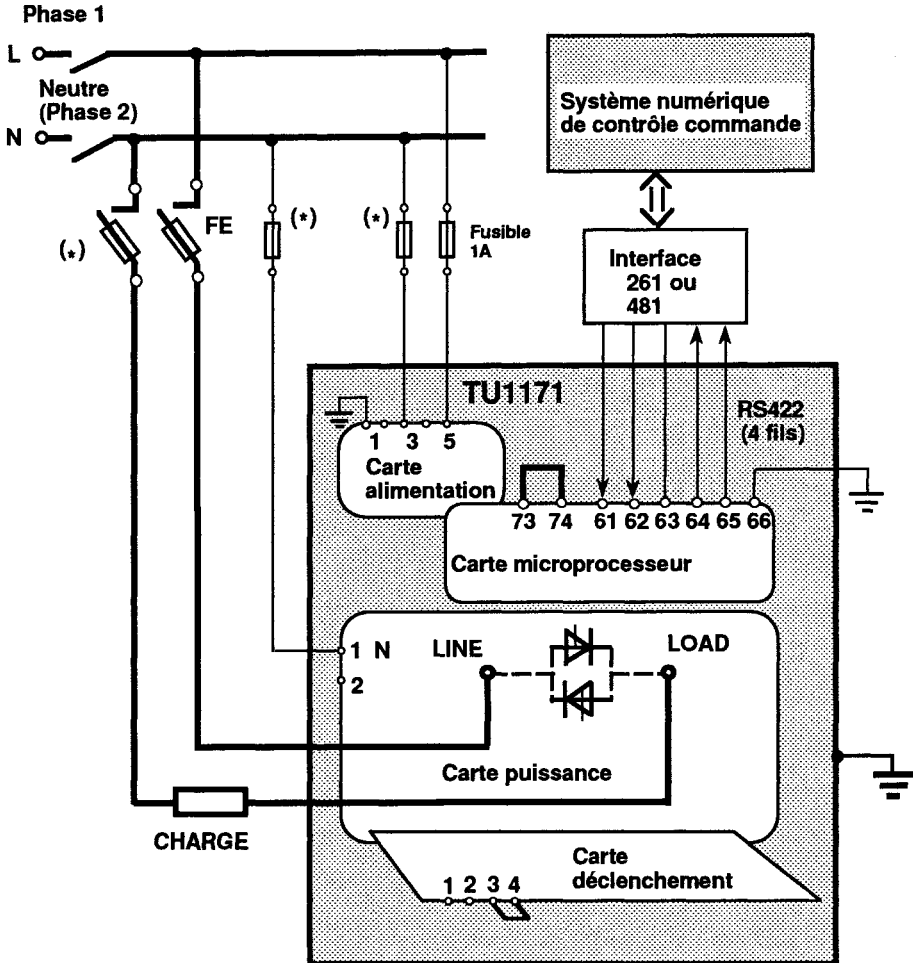

Figure 2.13. Exemple de branchement d'un gradateur TU1171
***Le fusible extérieur (FE sur les fig. 2.13 et 2.14) sert à la protection du gradateur et ne peut en aucun cas se substituer au fusible de protection de l'installation.***